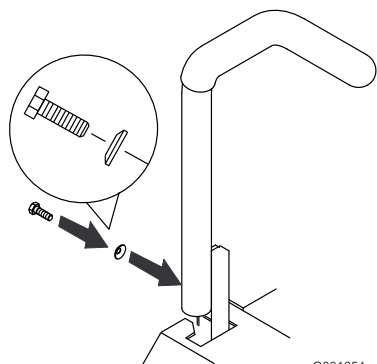

Figure 47
3. Desserrez les boulons et les rondelles bombées situées dans les leviers (Figure 47).